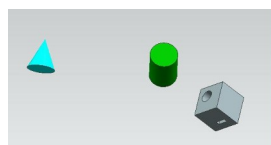

Рис.51
- Представьте себе, что на рис.51 вы хотите расположить зеленый цилиндр так, чтобы **расстояния** между центром его донца: